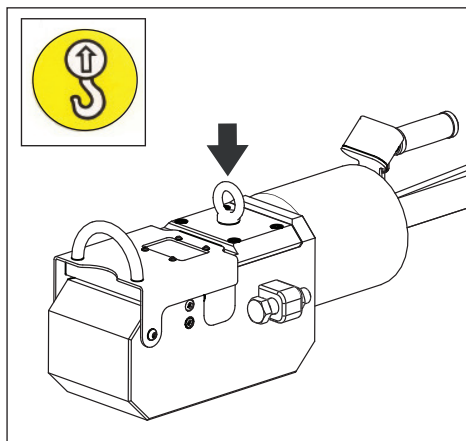

Figura 7, ponto de levantamento do cortador
- Se for necessário mover ou transportar o cortador, use o olhal de levantamento fornecido. Veja a Figura 7. Use equipamento de levantamento com capacidade de carga adequada.